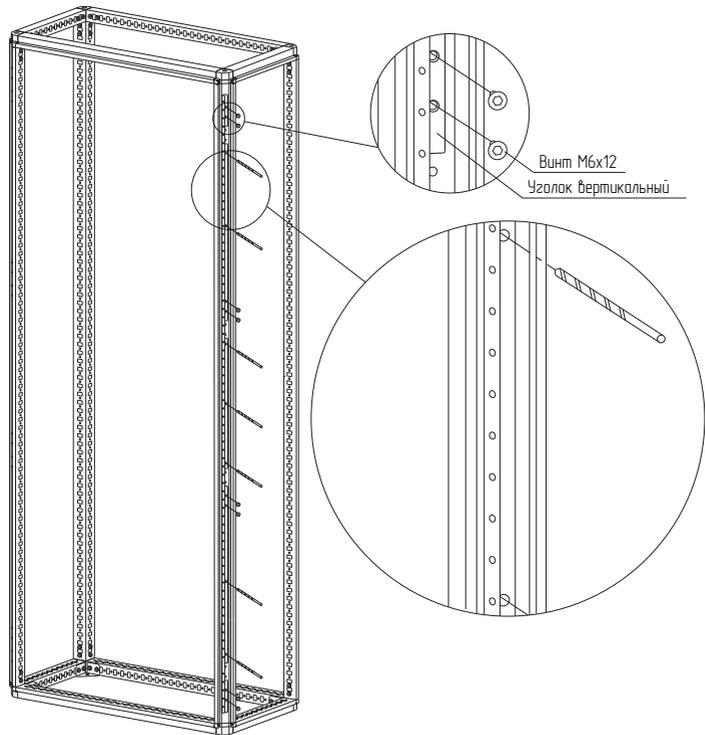

Рисунок 49
4.26.2 Закрепить винтами М6×12 уголок вертикальный на каркасе со стороны, где будут устанавливаться петли двери (рисунок 49). Момент затяжки – 7 Н·м.